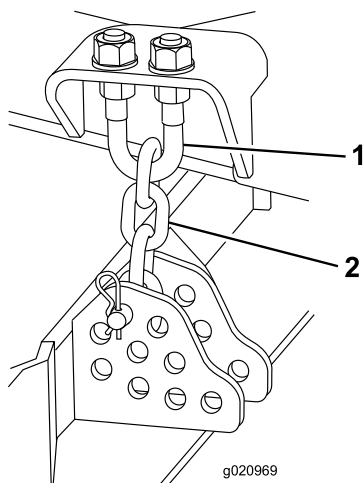

Figura 77
1. Allentate i controdadi sulla parte superiore o inferiore del bullone a U della catena dell'altezza di taglio (Figura 77).